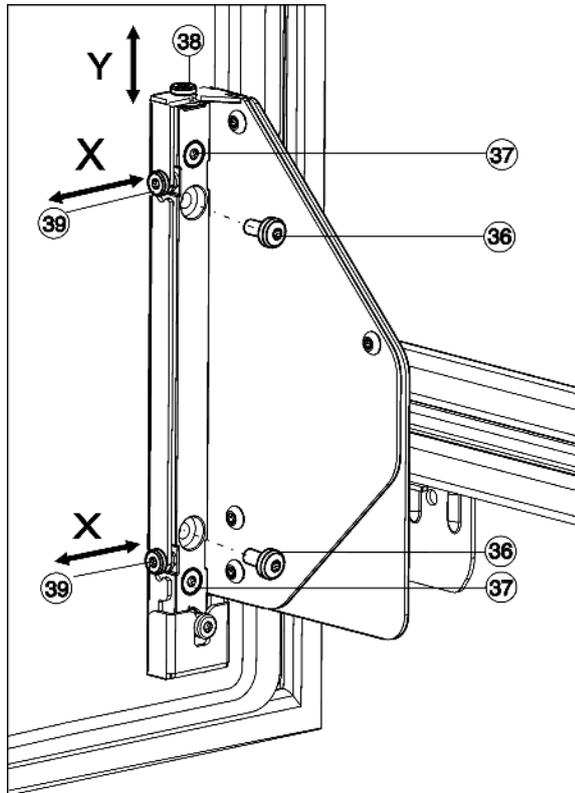

Fig. 23
- ▶ Schrauben Fig. 23 (36) vollständig herausschrauben.
- ▷ Die Schrauben Fig. 23 (36) entsorgen, sie werden nicht mehr benötigt.
- ▶ Schrauben Fig. 23 (37) mit 1 bis 2 Umdrehungen nur lösen.
- ▶ Verstellerschraube (38) drehen. Im Uhrzeigersinn: die Tür bewegt sich max. 4 mm nach oben. Entgegen dem Uhrzeigersinn: die Tür bewegt sich max. 2 mm nach unten.
- ▶ Alle Schrauben Fig. 23 (37) wieder festziehen.
- ▶ Falls die Schrauben Fig. 23 (36) noch vorhanden sind, diese vollständig herausschrauben.
- ▶ Stellschrauben Fig. 23 (39) je nach gewünschter seitlicher Justagerichtung verstellen.
- ▶ Nach beendeter seitlicher Justage Schrauben Fig. 23 (37) wieder festziehen.